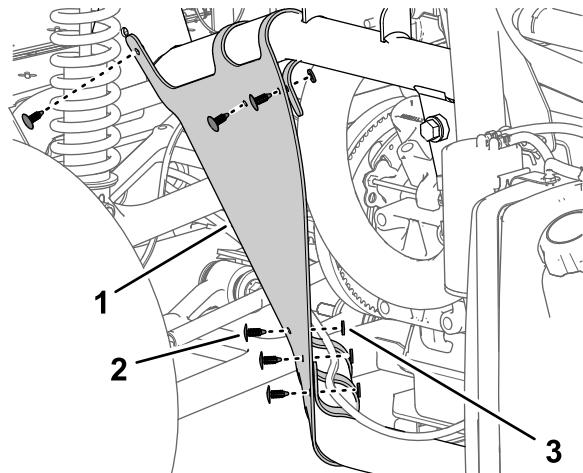

图12
4. 拆下将内挡泥板罩固定到机器机架的 6 个压入式紧固件和 5 个垫圈 $9/16 \times 1/2$ 英寸图12。